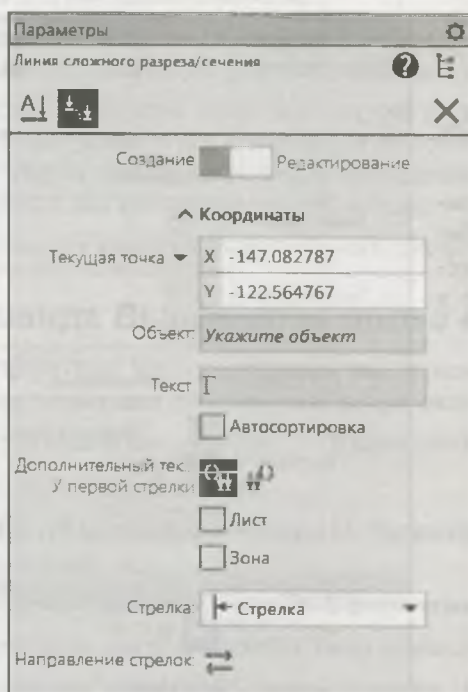

Рис. 15.3. Панель **Параметры**:
- ◆ В группе команд **Обозначение** щелкните ЛК мыши по кнопке **Линия разреза/сечения**. На панели **Параметры: Линия разреза/сечения** (рис. 15.3) в **Заголовке** имеется еще одна кнопка: **Линия сложного разреза/сечения**, а ниже параметры для ввода: